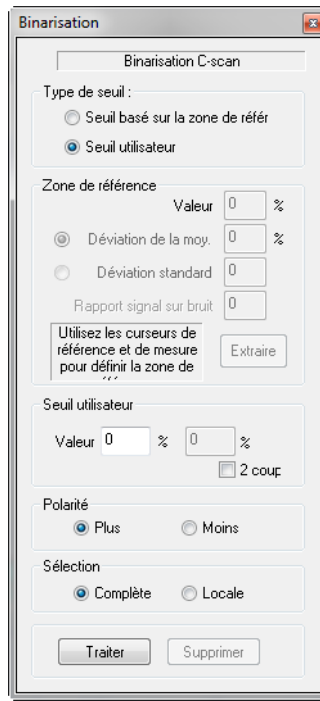

Figure 7-40 Boîte de dialogue Binarisation
1. Cliquez sur  (Binarisation) dans la barre d'outils des composants pour ouvrir la boîte de dialogue **Binarisation** (voir la Figure 7-40 à la page 397).